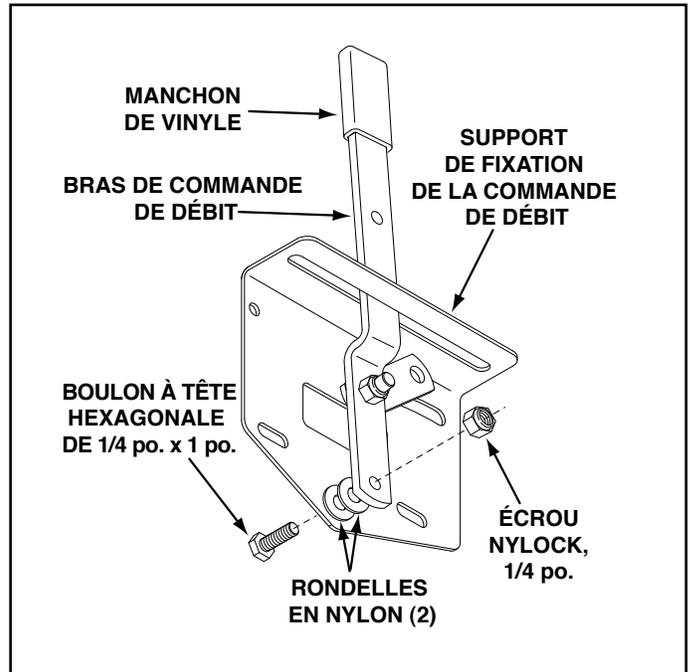

FIGURE 7
15. Fixer le bras de commande de débit au support de fixation de commande de débit avec un boulon à tête hexagonale de 1/4 po. x 1 po., deux rondelles en nylon et un écrou nylock de 1/4 po. comme le montre la figure 7. **Serrer soigneusement.** Le bras de commande de débit doit être bien ajusté, mais doit pivoter sans présenter plus qu'une légère résistance.
16. Monter le manchon en vinyle. Voir la figure 7.